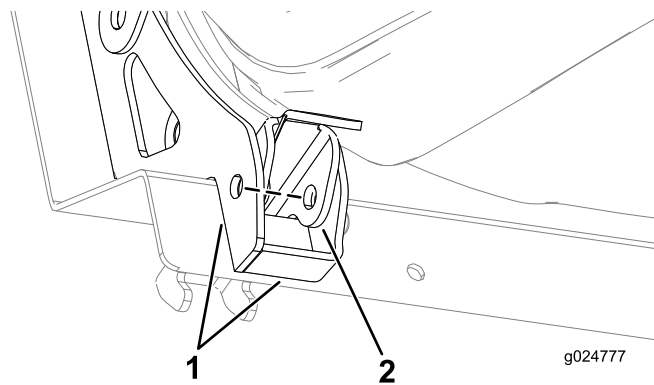

Figura 57
5. Alinhe os furos no trinco com os furos nas placas de reforço do banco (Figura 57).